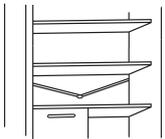

Abb.12
• Die Ablassleitung des Wassers (Abb. 12) im Kühlschrankbereich sauber halten, um Wasser darin zu vermeiden.